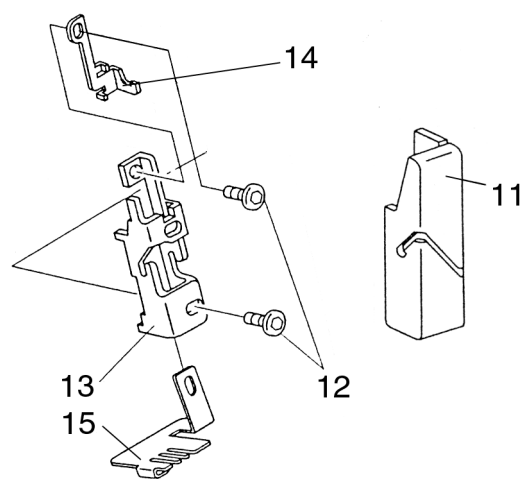

Рис. 6
- Слегка оттянув крышку 11 влево и вправо, осторожно снимите ее (рис. 6).